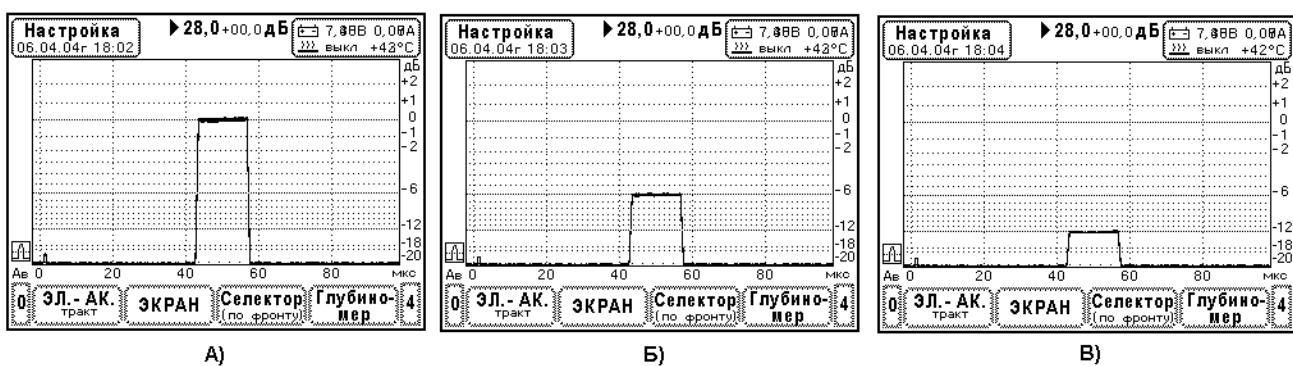

Рис.10.6.6.1. Определение параметров амплитудной характеристики приемного тракта дефектоскопа.
Проверка параметров амплитудной характеристики дефектоскопа УД9812 производится в режиме отображения детектированных сигналов. Используется схема измерений Рис. 10.6.4.1. Вначале амплитуда тест-сигнала настраивается на стандартный уровень дефектоскопа (0 дБ разметки экрана), затем с помощью образцового аттенюатора производят установку тест-сигнала на уровни +3 дБ, -6 дБ, -12 дБ и -20 дБ экрана дефектоскопа, считывают ослабление аттенюатора и определяют погрешности амплитудной характеристики. Вид тест-сигнала при определении погрешностей амплитудной характеристики показан на Рис.10.6.6.1.
3. Настройка амплитуды тест сигнала на стандартный уровень дефектоскопа. В меню «Экран», регулируя усиление прибора, установите амплитуду тест-сигнала на уровень 0 дБ по разметке экрана - Рис.10.6.6.1.А. Если необходимо, проведите точную настройку с помощью ручки «амплитуда» генератора сигналов Г4-102. Зафиксируйте ослабление аттенюатора Кст [дБ].